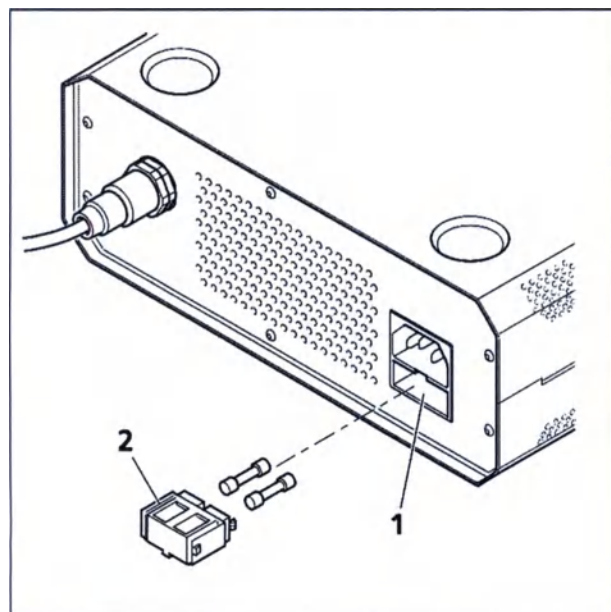

Рис. 161 Замена предохранителей внешнего блока питания Axio Observer 7, 7 materials
Новый тип разъема 60N используется в микроскопах Axio Observer для установки камеры через правый/левый боковой порт (рис. 161/2) и основной порт (рис. 161/1). Также можно использовать адаптер для разъема 60 (внутренний диаметр 30 мм).
- Установите адаптер 60N (рис. 161/4 или 5) на фотокамеру.
Три установочных винта (3 мм) (рис. 161/3) в разъеме для камеры не должны выступать ни за наружную резьбу, ни внутрь отверстия.
- Установите предварительно собранный узел на разъем для камеры, отрегулируйте его положение и вручную затяните соединительную гайку переходника (рис. 161/4 или 5).
- Закрепите адаптер типа 60 (рис. 161/6) на камере.
- Поверните три зажимных винта (3 мм) в точке сцепки (рис. 161/3) по часовой стрелке, чтобы плотно закрепить адаптер.